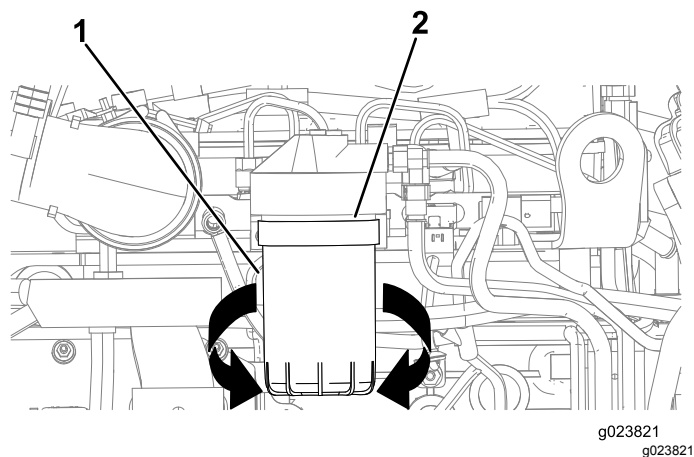

Figure 99
- Placez un bac de vidange ou plusieurs chiffons sous l'élément filtrant secondaire et l'adaptateur du filtre à carburant (Figure 99).
4. Tournez le filtre à carburant dans le sens antihoraire et déposez-le (Figure 99).
7. Alignez le filtre à carburant sur son adaptateur et tournez-le dans le sens horaire jusqu'à ce que le joint du filtre rejoigne l'adaptateur (Figure 99).
8. Serrez le filtre à carburant à la main de 1/2 tour supplémentaire (Figure 99).